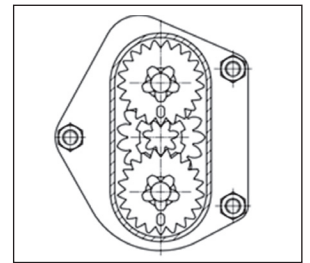

図 4
- 3 ギアの取り付け(図4参照):2つの片歯車(サイドギア)の「O」マークが一直線上に並ぶように取り付けてください。